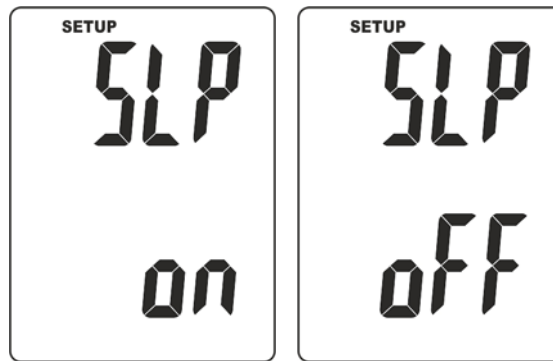

Fig. 5: Activación/deshabilitación autoapagado
8. Pulse la tecla **ENT** al término para confirmar el valor del área del conducto. La siguiente pantalla (ver Fig. 5) se muestra